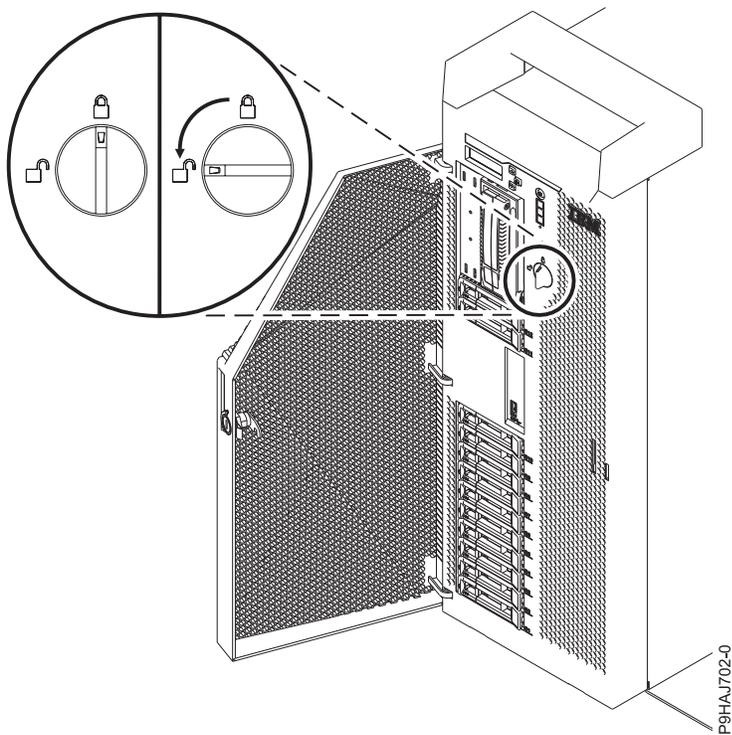

Figura 40. Abrindo o engate da tampa frontal
3. Gire o engate da tampa para a esquerda (no sentido anti-horário) para desbloquear a tampa, como mostrado na Figura 40 na página 65. A vertical está bloqueada; a horizontal está desbloqueada.